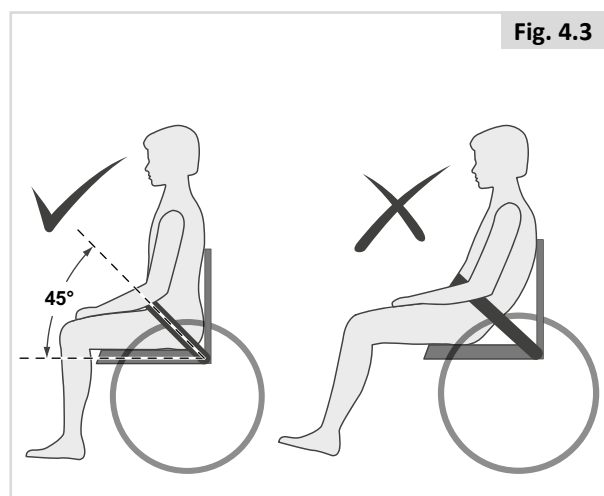

Fig. 4.3
- Generelt bør hofteselen være monteret sådan, at remmene sidder i en vinkel på ca. 45° i forhold til sædet (Fig. 4.3), og når selen er justeret korrekt, bør det ikke være muligt for brugeren at glide ned i sædet.